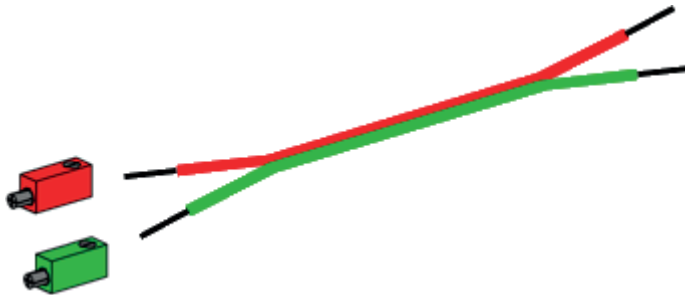

Рис. 1.8. Двухжильный провод и штекеры
**Соединительные провода** состоят из отрезков двухжильного провода (изоляция одной жилы красного, а другой зеленого цвета), на концах которого удалена изоляция и закреплены «под винт» миниатюрные штекеры красного и зеленого цвета соответственно цвету изоляции жил (рис. 1.8). Крепление штекера на проводе осуществляется за счет миниатюрного винта, который фиксирует внутри штекера загнутую на изоляцию провода жилу, как показано в «Инструкции по сборке» на стр. 4 [1], и обеспечивает таким образом надежный электрический контакт.